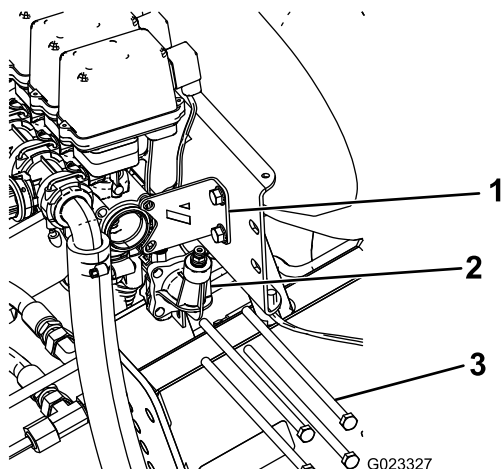

Figura 10
1. Retire os 4 parafusos compridos que prendem a porta do indicador de pressão às válvulas da rampa e elimine-os (Figura 10). Guarde as anilhas planas e porcas.
2. Retire e guarde os 2 parafusos e porcas que prendem o suporte de estabilização ao conjunto da válvula (Figura 10).